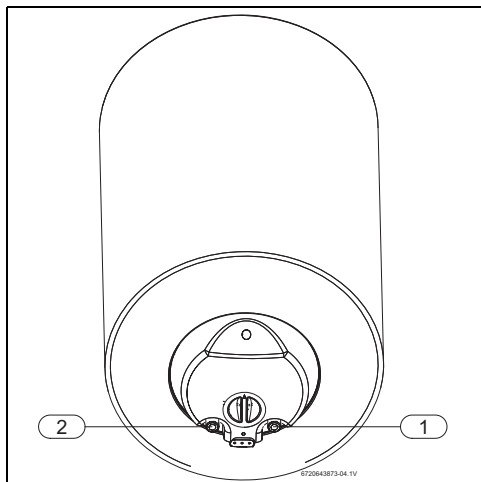

Fig. 7
- Identificar a tubagem de água fria e de água quente, de forma a evitar uma possível troca (Fig. 7).
- ▶ Abrir manualmente a válvula de segurança pelo menos uma vez por mês (Fig. 7).